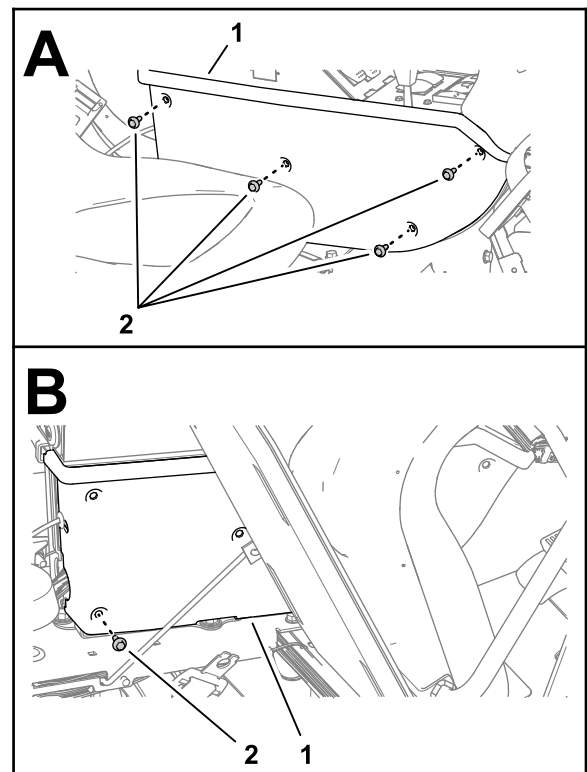

Figure 174
2. Retirez les 4 vis à embase ( $\frac{1}{4} \times \frac{3}{4}$  po) qui fixent le panneau latéral de la console centrale, comme montré à la Figure 174.
3. Basculez le siège passager en avant et retirez la vis à embase inférieure arrière (Figure 174).